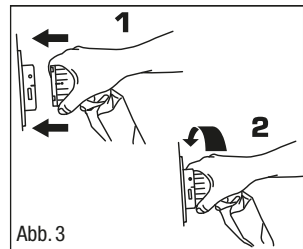

Abb. 3
5. Befestigen Sie den Luftzufuhrschlauch am Aggregat, indem Sie die schwarze Linie am Anschluss des Luftzufuhrschlauchs auf die schwarze Linie am Anschluss des Aggregats ausrichten und beides zusammenschieben. Drehen Sie den Anschluss des Luftschlauchs der Matratze im Uhrzeigersinn, bis die grüne Anzeige genau unter der Anzeigeöffnung am Anschluss des Aggregats liegt (Abb. 3).